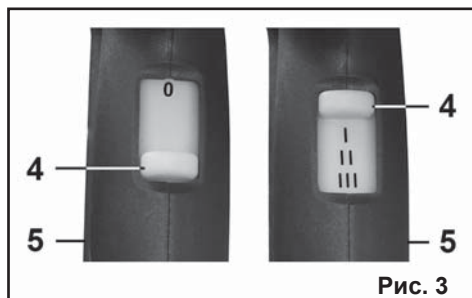

Рис. 3
7.1. Переключение режимов (Рис.3).